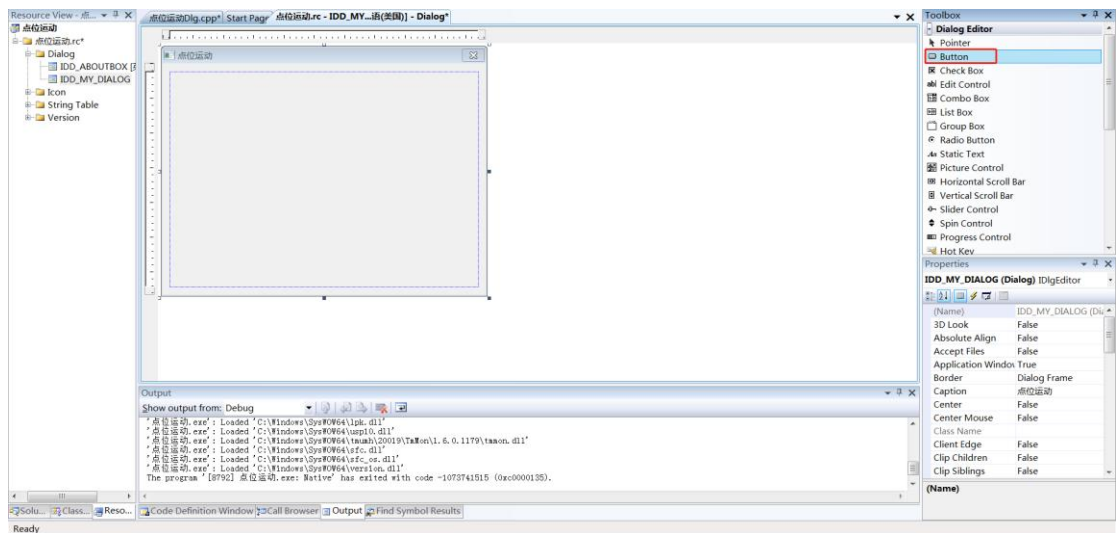

图 22
9、下一步开始编程，先将对话框上多余的控件删除，在右侧工具箱中选中 **button** 控件，然后添加到点位运动窗体中，如图 22